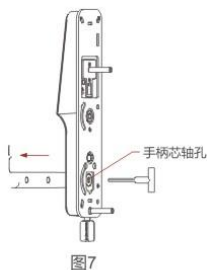

图7
- 5-1-1 如图7用内六角螺丝刀对准外锁背面的手柄芯轴孔内的内六角螺钉凹槽，转动内六角螺丝刀，拧开内六角螺钉。
- 5-1-2 用手握住手柄，按图7箭头方向拔出手柄，使其与外锁分离。
- 5-1-3 将手柄旋转180°，再按图7箭头的反方向将其压紧在外锁手柄芯轴上，拧紧内六角螺钉，即外锁调整完毕。